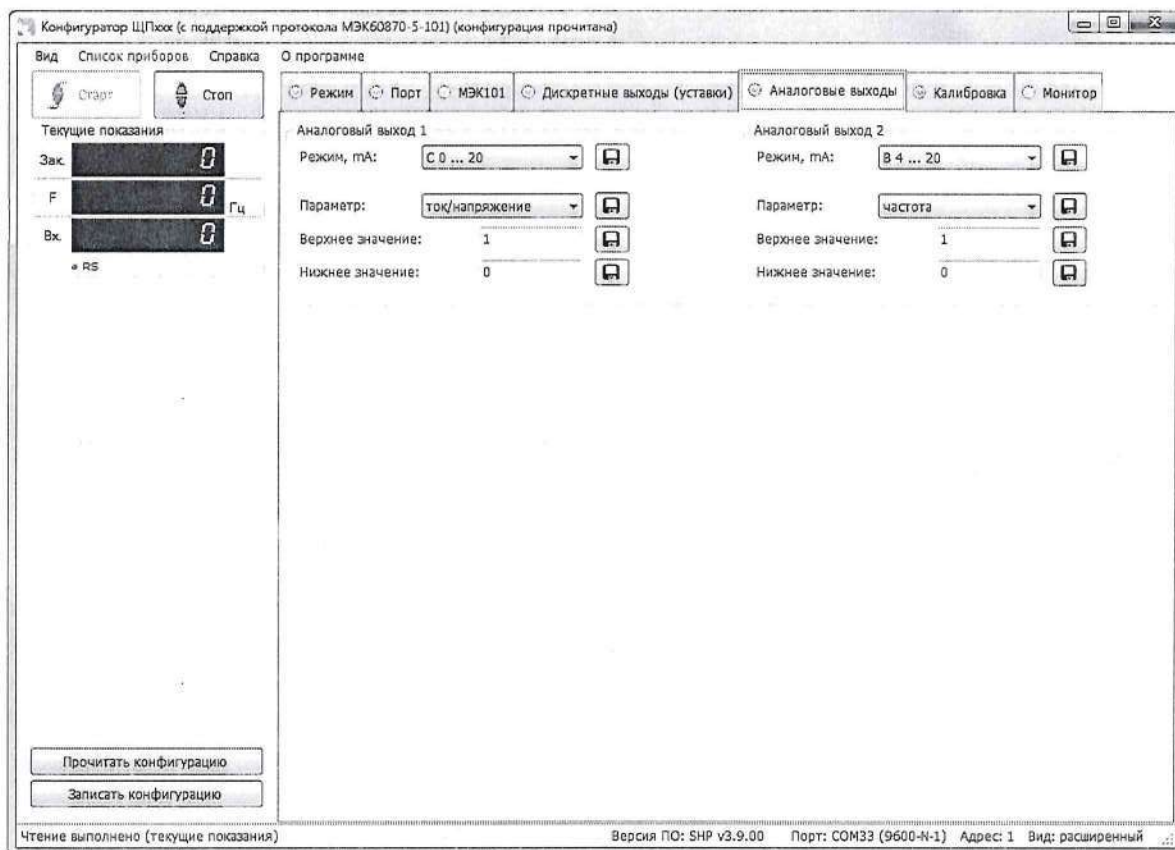

Рисунок 9 – Настройка аналоговых выходов
3.8.7 Конфигурирование аналоговых выходов (рисунок 9)